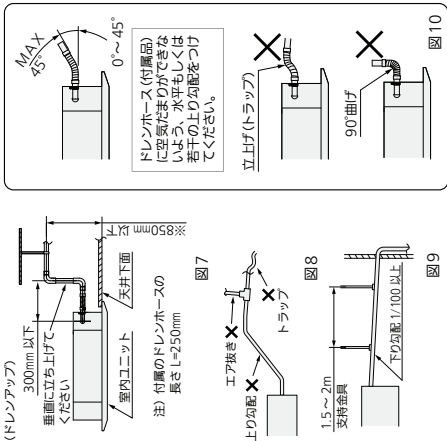

図10
- 付属のドレンホースは90°曲げで使用しないでください。(最大 45°) (図10)